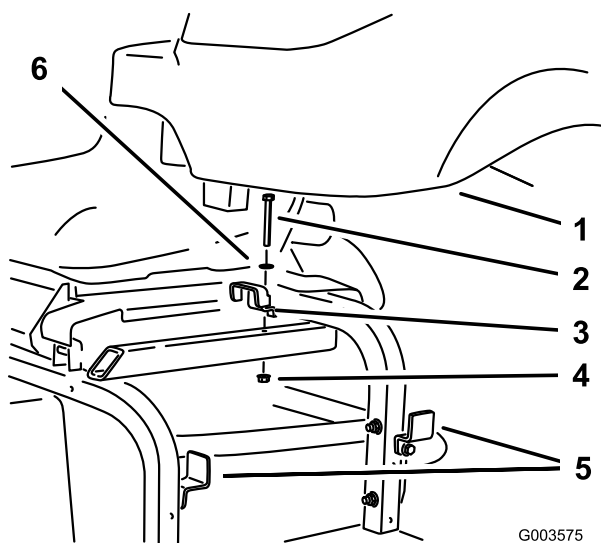

Figura 24
2. Instale el depósito hidráulico en el bastidor y sujételo con los 3 soportes que retiró y aflojó anteriormente (Figura 24).